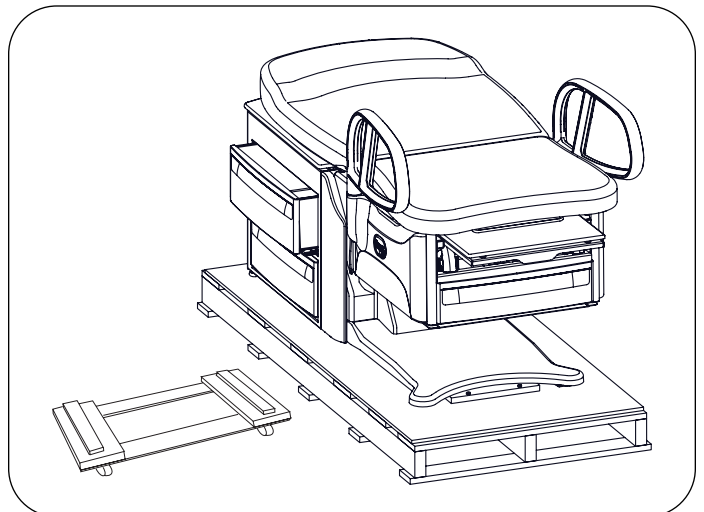

Figura 17. Carro para muebles listo para la mesa
18. Coloque el carro para muebles cerca y perpendicular al pallet para transferir la mesa (Figura 17).